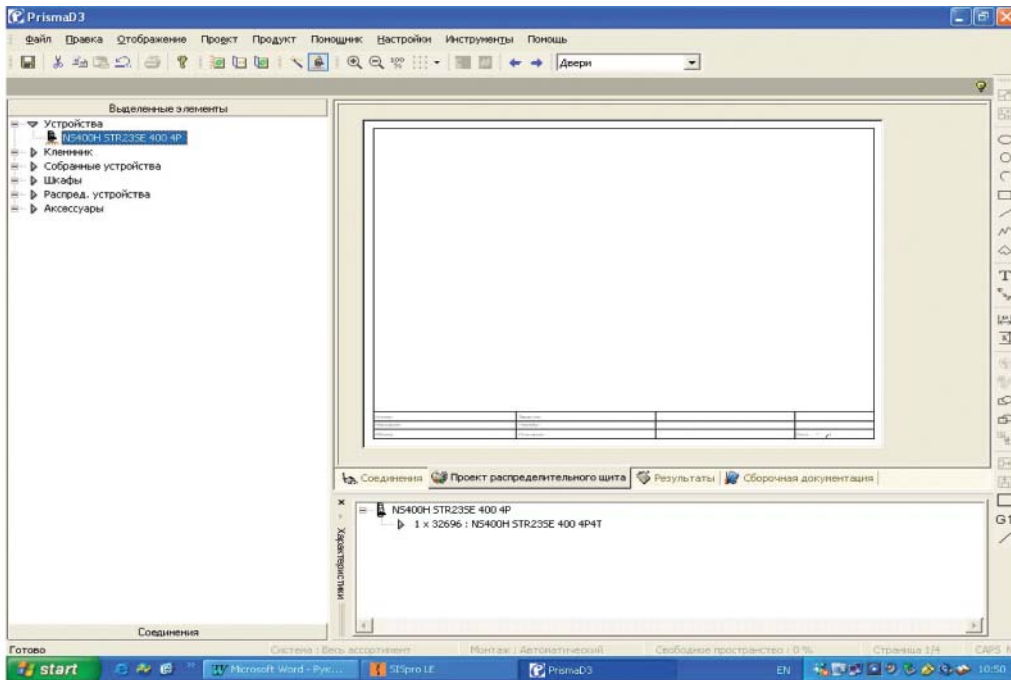

Рис. 56
- a) выбираем автоматический выключатель Compact NS400H из электронного каталога (рис. 56)
(рис. 56), которая содержит: устанавливаемый аппарат NS400H и полный комплект для его установки (монтаж. плата, фронтальная плата,...). Эту функциональную единицу можно устанавливать в шкаф.